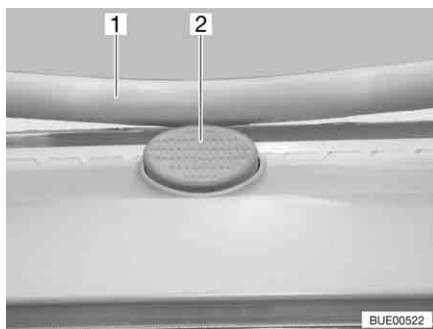

Fig. 104 Botão de segurança na clarabóia Heki
- Prima o botão de segurança (Fig. 104,2) puxando para baixo o arco (Fig. 104,1) com ambas as mãos.
- Empurre com ambas as mãos o arco para cima, até o arco ficar por cima do botão de segurança (Fig. 104,2).